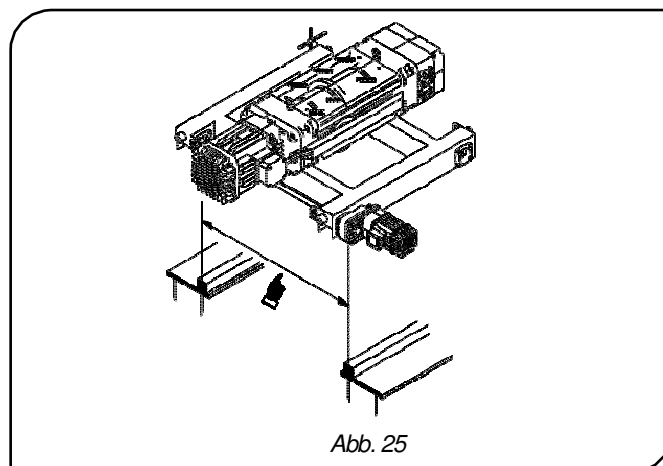

Abb. 25
- Wenn der E-Zug über eine Zweiträger-Katze vom Typ DRT verfügt, muss sichergestellt werden, dass die Spurweite der Trägerschienen der für die Räder des E-Zugs verlangten Breite entspricht (Abb. 25).